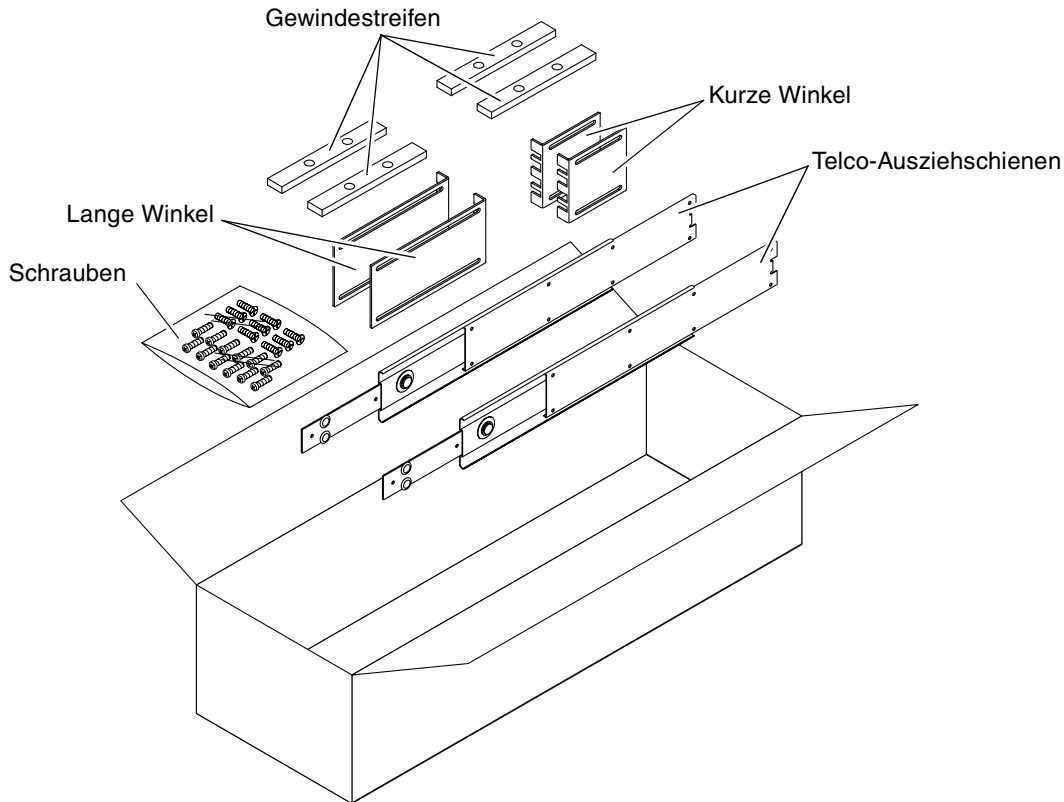

ABBILDUNG 3-6 Inhalt des Ausziehschienensatzes für ein 19-Zoll-Rack mit vier Stützen
3. Nehmen Sie die Telco-Ausziehschienen aus dem Montagesatz (ABBILDUNG 3-6).
6. Nehmen Sie die kurzen und die langen Winkel aus dem Montagesatz (ABBILDUNG 3-6).